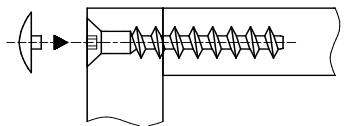

Рис.3
3. Закрепить стенки поз.5 к стенке задней поз.4 евровинтами поз. 008 (рис.3)